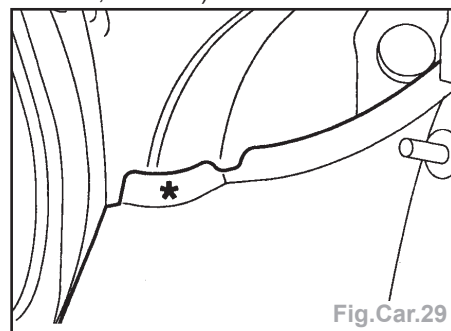

Fig.Car.29
- Découper par fraisage des points (Fig. Car.29, 30 et 31).